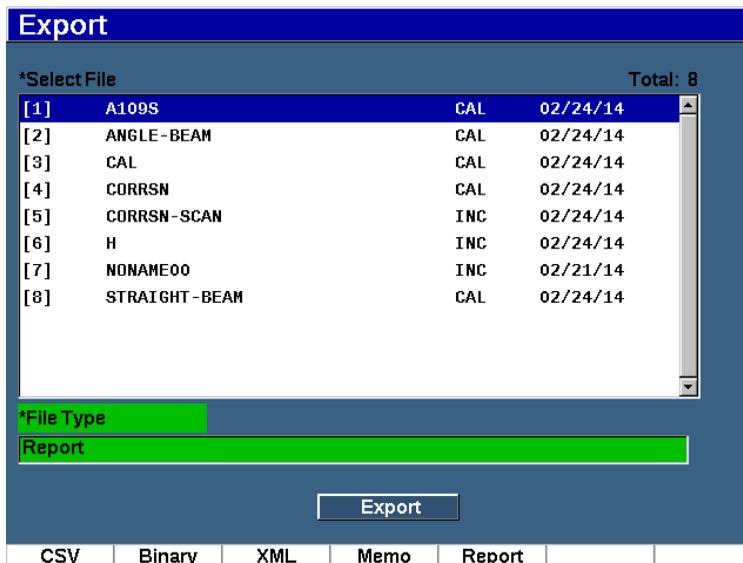

Рис. 10-19 Страница настройки Export (Экспорт)
1. Нажмите **Export** (клавиша P2) для отображения страницы настройки **Export** (см. Рис. 10-19 на стр 225).